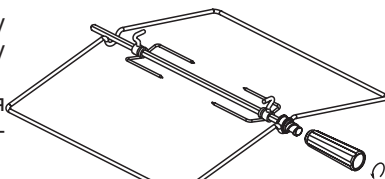

рис. 12
1. Плиты комплектуются вертелом со съёмной рукояткой (см. рис.12). При установке и извлечении вертела необходимо использовать рукоятку, которая накручивается на резьбовую втулку.